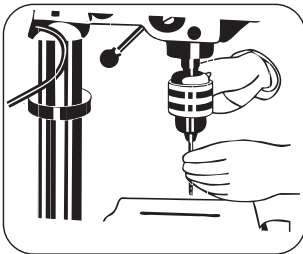

FIGURA 8.19
- Certifique-se de que a broca está centralizada no mandril antes de apertá-lo com o uso da chave do mandril (Figura 8.19).